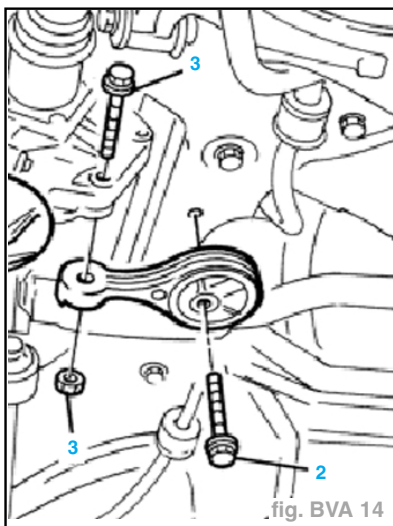

fig. BVA 14
- Dévisser les vis de fixation de la barre de réaction sur la traverse des suspensions (2) (fig. BVA 14).
- Dévisser la vis et l'écrou fixant la barre de réaction à la BV (3).